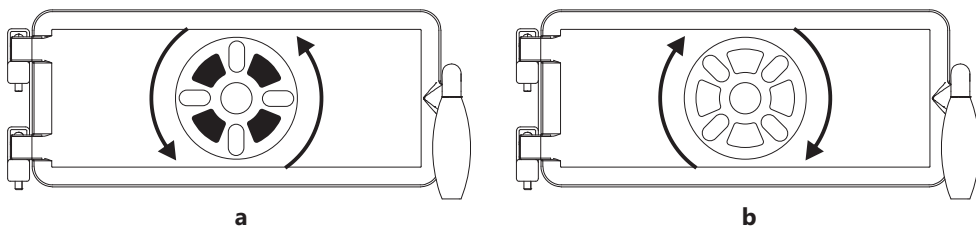

Figure 3
Placer la manette de réglage d'air primaire (figure 1, pos. 14) en position ouverte (figure 3-a) pendant le démarrage et la maintenir dans cette position jusqu'à établissement du fonctionnement stable de la cuisinière après le chargement de grosses bûches de bois ou du charbon.
Placer ensuite la manette de réglage en position fermée (pour les chargements de bois et de bûchettes de bois - figure 3-b) et la maintenir dans cette position tout le temps pendant le fonctionnement de la cuisinière.